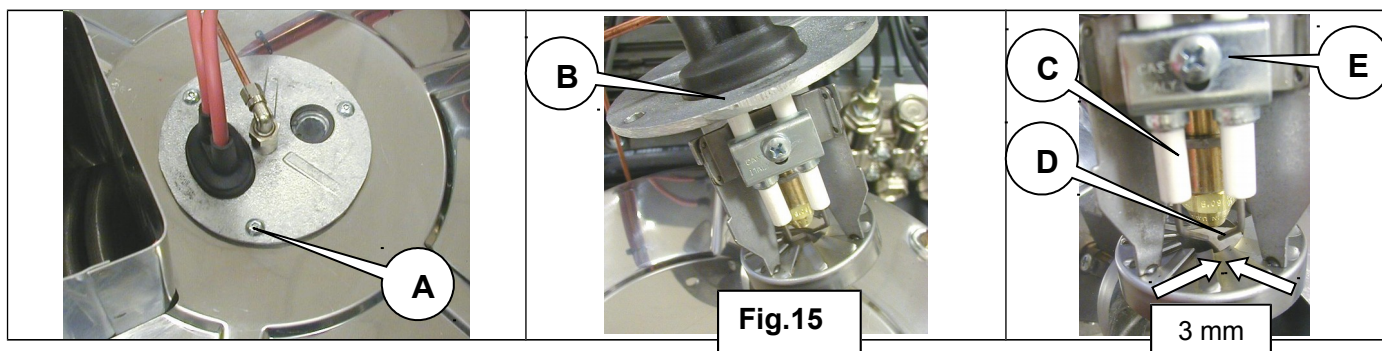

Fig.15
**Pulire la testina di combustione e controllare gli elettrodi.** Togliere il cofano della macchina, svitare le tre viti fig. 15 pos. A, estrarre il gruppo testina di combustione pos. B. Pulire con un getto d'aria la testina poi verificare la candele pos. C. La distanza tra gli elettrodi pos. D deve essere di 3 mm. Nel caso la distanza debba essere corretta, svitare la vite di ritegno candele pos. E, togliere la candele, unire o distanziare le punte degli elettrodi a 3 mm quindi rimontarla assicurandosi che sia fissata correttamente. Rimontare la testina di combustione fissandola con le tre viti pos. A.